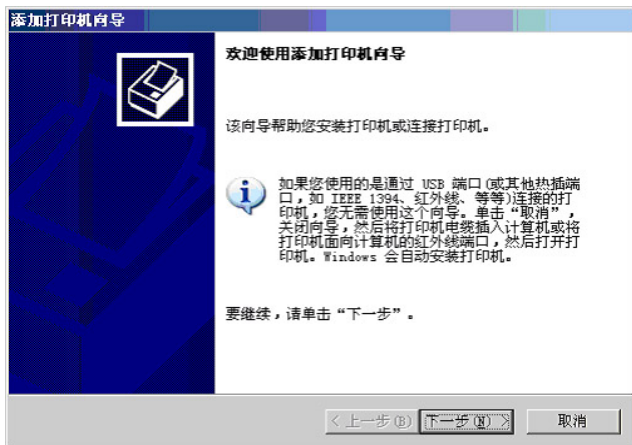

图 7-61 “添加打印机向导”对话框（一）
② 使用打印机共享服务（客户方）。
- 选择“添加打印机”，启动“添加打印机向导”对话框，单击“下一步”按钮，如图 7-61 所示。